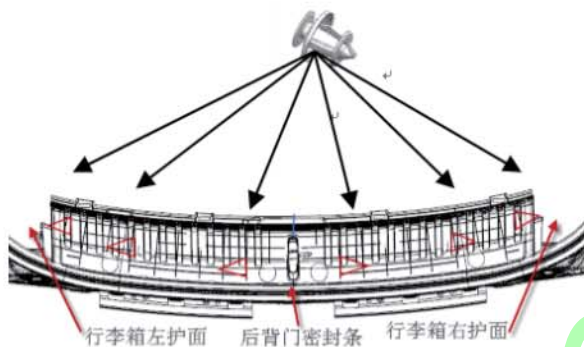

图 7-2-4-1 后围踏板拆卸示意图
- (1) 首先松开后背门门框密封条;
- (2) 如图 7-2-4-1, 先掀起行李箱工具箱盖板, 将工具箱拆起, 然后向上掰后围踏板, 将 6 个板类卡扣配合处拆开, 即可拿下行李箱门槛护板。